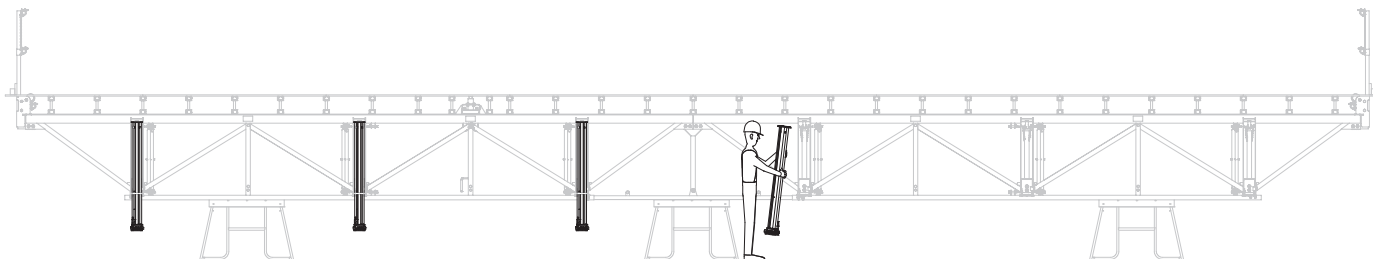
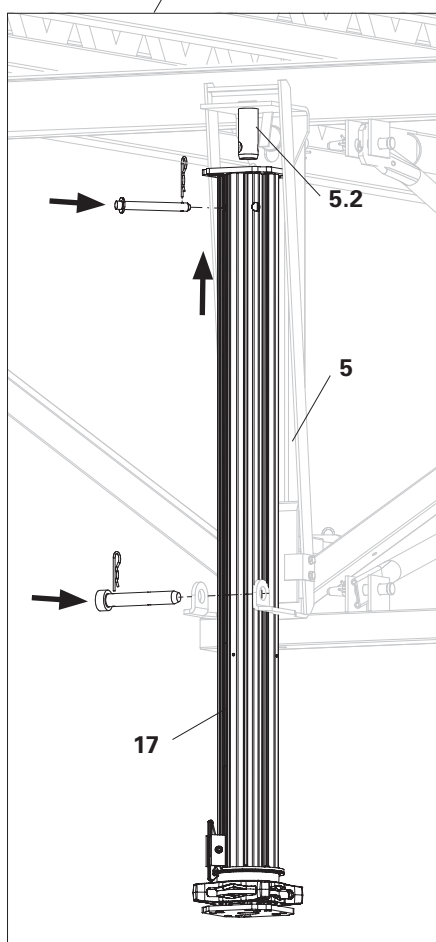

Fig. A2.21
Fig. A2.21.1
1. Positionnez la table SKYTABLE sur une aide au montage, par ex. Tours MULTIPROP ou support de montage. (Fig. A2.21)
2. Insérez l'étais de dalle MULTIPROP (17) dans l'embout (5.2) du Dispositif de Décintrage Rapide STQ (5).
3. Fixez en haut et en bas au moyen de tige de blocage et goupilles fendues. (Fig. A2.21.1)